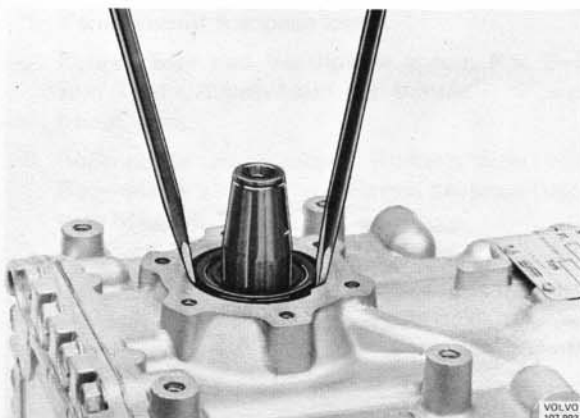

Abb. 50 Ausbau der Kurbelwellendichtung
3. Wellendichtring gem. Abb. 50 mit Hilfe von zwei Schraubenziehern herausdrücken. Vorsicht, damit kein Schraubenzieher abrutscht und das Kurbelgehäuse oder die Sitzfläche des Dichttringes auf der Kurbelwelle beschädigt wird.